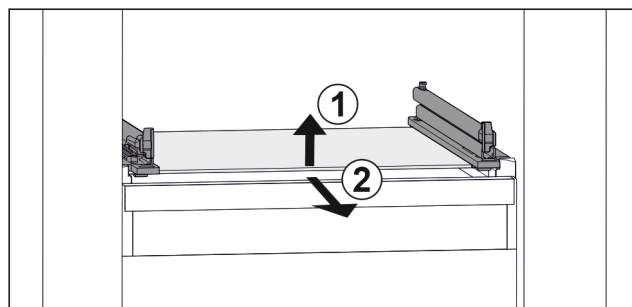

Fig. 133 Příklad znázornění skleněné desky
- ▶ Nadzvedněte skleněnou desku vpředu. Fig. 133 (1)
- ▶ Vyjměte skleněnou desku dopředu. Fig. 133 (2)